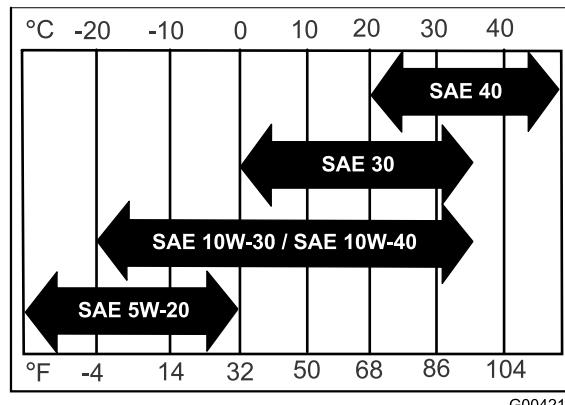

Figura 30
**Viscosidad:** Consulte la siguiente tabla (Figura 30).